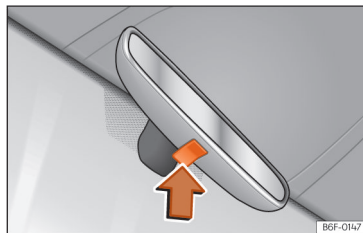

Fig. 79 Retrovisor com antiencandeamento manual.
- Para evitar o encandeamento, pressione a patilha do espelho retrovisor para cima >>> **Fig. 79** (seta).